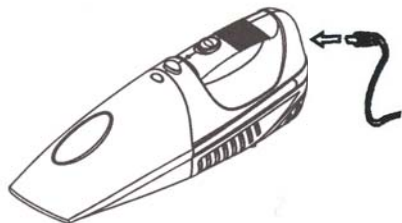

Fig. 1
4. La luz indicadora de carga se encenderá verde para indicarle que la aspiradora se está cargando. (Fig. 1)